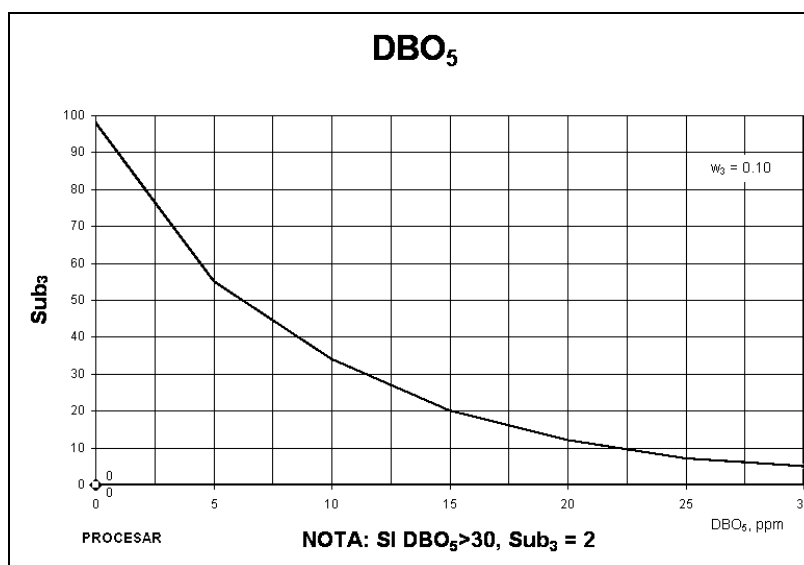

Figura 3 Valoración de la calidad de agua en función de la DBO₅
Si la DBO₅ es mayor de 30 mg/L el (Sub_3) es igual a 2. Si la DBO₅ es menor de 30 mg/L buscar el valor en el eje de (X) en la **Figura 3** se procede a interpolar al valor en el eje de las (Y). El valor encontrado es el (Sub_3) de DBO₅ y se procede a elevarlo al peso w_3 .